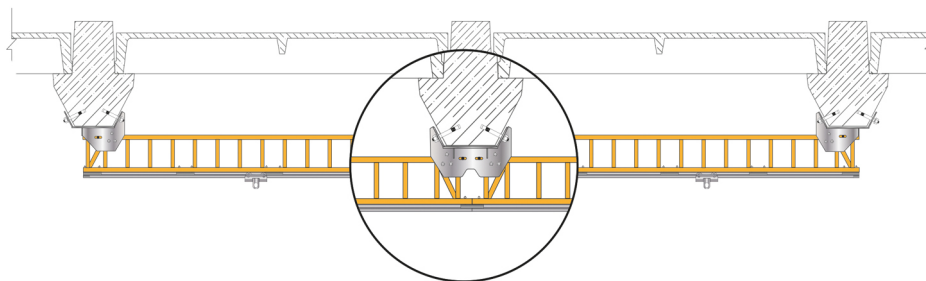

Рисунок 9
10. Поднимите несущую ферму НС 3101, с установленной на ней жёсткой анкерной линией «КАМА», и закрепите при помощи болтов ее концы в элементы крепления несущей конструкции НС 3294, НС 3295 [рисунок 9].